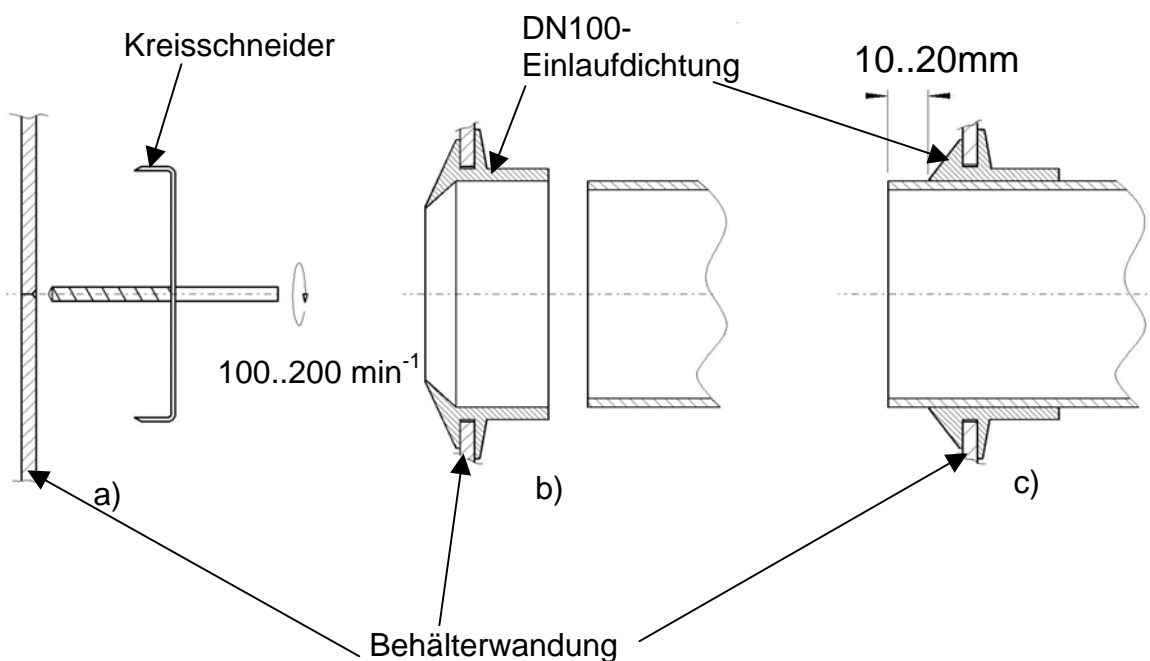

Bild 5
- Mit Hilfe des beiliegenden Kreisschneiders, geeignet für eine Handbohrmaschine, wird die Zulaufbohrung DN100 in die Behälterwand eingebracht (Bild 5).